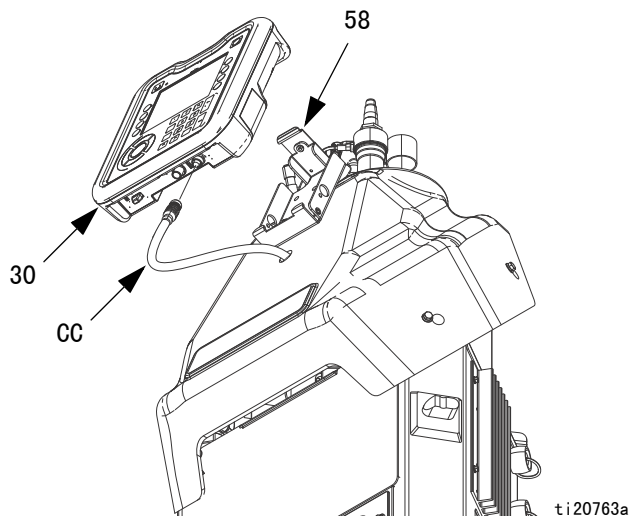

图 46
2. 断开电缆 (CC) (位于 ADM (30) 底部)。参见图 46。
3. 从支架 (58) 上卸下 ADM。